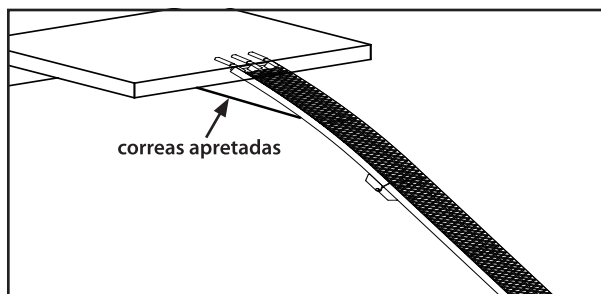

Figura 2
1. En un terreno nivelado, apoye la rampa en la puerta posterior. **CONSULTE LA FIGURA 2.** Asegúrese de que la rampa esté centrada en la puerta posterior y alineada de manera correcta con el ancho de la rueda.